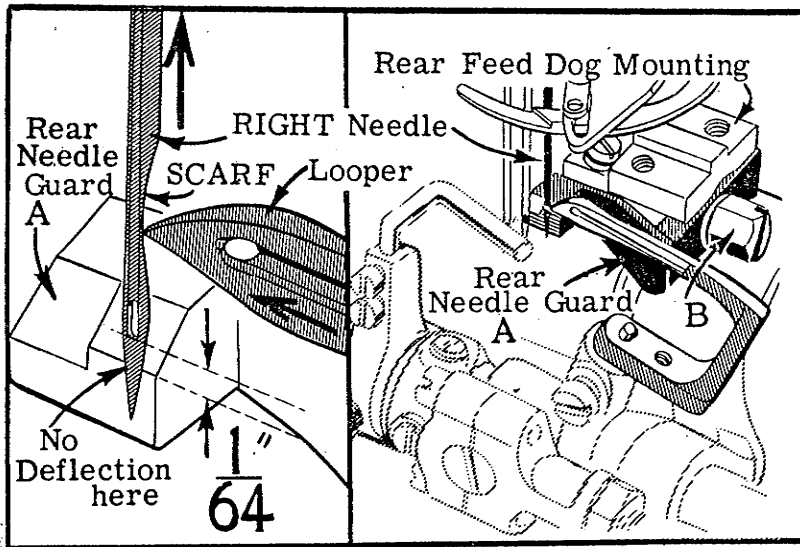

Fig. 31
Fig. 31 El guarda-agujas posterior (A) deberá ajustarse horizontalmente (de adelante hacia atrás) de manera que no tenga luz contra la aguja derecha, moviéndose el looper hacia la izquierda y la punta del looper está penetrando por el rebaje de la aguja. En esta misma posición la parte superior de la cara vertical del guarda-aguja estará alrededor de  $\frac{1}{64}$ " de pulgada (0.40 mm.) por debajo de la parte inferior del ojo de la aguja derecha. Ambos ajustes son realizados aflojando el tornillo (B). Antes de apretar de nuevo el tornillo compruebe el ajuste de la altura del alimentador principal, ya que el tornillo (B) sostiene estos elementos.